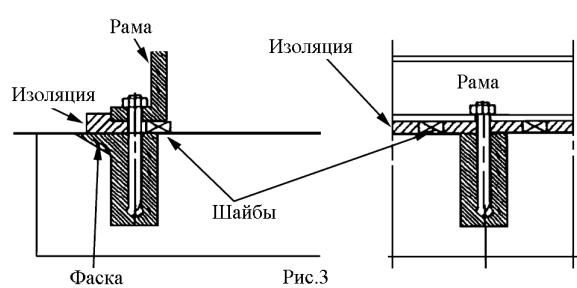

Рис.3.
-Установите агрегат на фундамент, подложите регулировочные шайбы и изоляцию. Шайбы должны быть толщиной не менее 10 мм и плотно прилегать к поверхностям рамы и фундамента, рис. 3